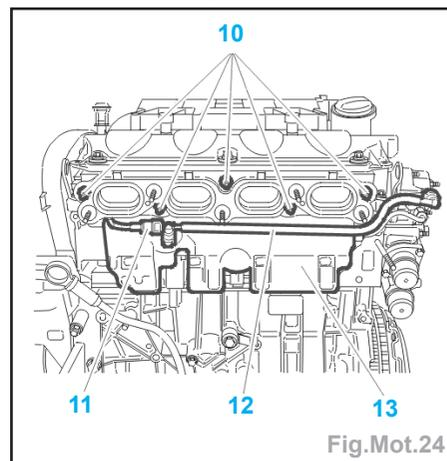

Fig.Mot.24
- Désaccoupler le tuyau (11) d'alimentation carburant (Fig.Mot.24).